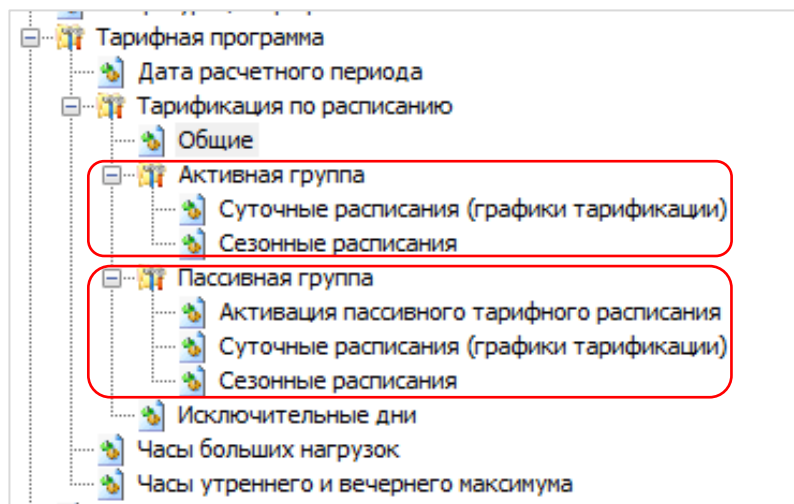

Рисунок 97
- 32 суточных расписаний переключения тарифа, в каждом до 16 точек переключения тарифа (см. рисунок 97). Одна точка переключения тарифа содержит: время начала действия тарифа (чч:мм) и тариф (т)) (рисунок 99); Порядок задания тарифов – произвольный. Если переключение не используется, то в соответствующих полях необходимо установить значения: время – 00:00, тариф – нет.
- 12 сезонных недельных расписания (см. рисунок Рисунок 97). Каждое содержит: дату начала действия расписания (дд.мм) и номер суточного расписания переключения тарифов для каждого дня недели (пн,вт,ср,чт,пт,сб,вс) от 1 до 32 (рисунок Рисунок 100). Если сезонное недельное расписание надо отключить, то в графе «Использовать» задается «-», в противном случае «+»;
Исключительные дни (48 штук)³⁶ применяются сразу после записи (см. рисунок 97). Каждый исключительный день содержит, месяц год и номер суточного расписания переключения тарифа от 1 до 32 (см. рисунок 101). Если исключительный день не используется, то в графе «Использовать» задается «-», в противном случае «+».